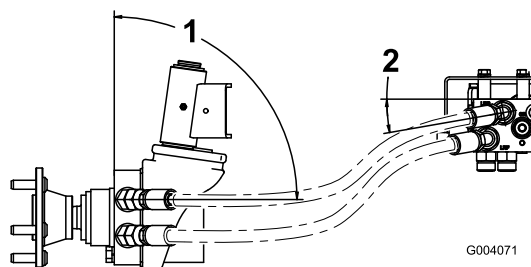

**Figura 5**
4. Monte o conjunto do coletor na estrutura inferior do coletor com 3 parafusos (3/8 pol. x 1 3/4 pol.), anilhas de segurança (3/8 pol.) e espaçadores. Posicione os espaçadores entre a estrutura e o topo do coletor. O coletor deve ser posicionado para que os encaixes apontem para a traseira e para baixo (Figura 5).